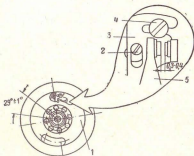

Рис. 187. Схема установки зажигания двигателя «Ватка»:
**Электрооборудование.** Установка зажигания на двигателе мотороллера «Вятка» производится в следующей последовательности (рис. 187):